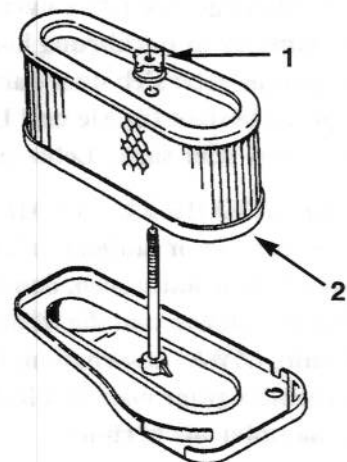

Bild 30
5. Die Gummimutter abschrauben und den Papiereinsatz entfernen (Bild 30).
2. Die Luftfilterbaugruppe auf die lange Stange aufziehen. Jetzt die Gummimutter handfest an den Luftfilter anschrauben (Bild 30).